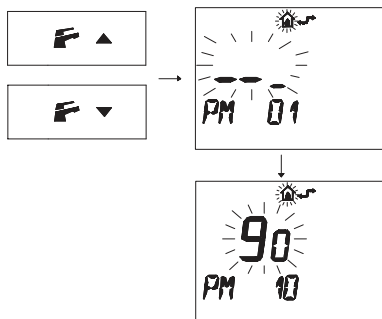

Figura 5.64
- Pulse los botones **F**▲ o **F**▼ para acceder al ajuste "PM10" de selección de la frecuencia de encendido (Figura 5.64).
En la Figura 5.64 se muestra un punto de consigna programado de **90**, equivalente a un tiempo de reencendido de unos 3 minutos.